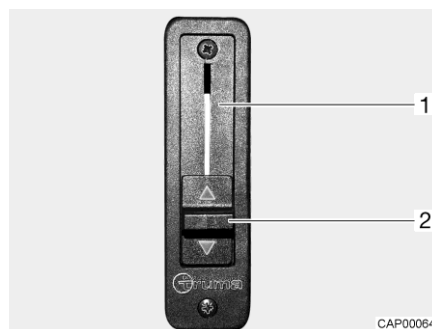

Bild 5 Schieberegler für Strangsperr
- Schieberegler (Bild 5,2) ganz nach oben schieben. Die Strangsperr (Bild 5,1) ist geöffnet. Die Wohnraumheizung beheizt auch die Frontscheibe.
- Schieberegler (Bild 5,2) ganz nach unten schieben. Die Strangsperrschließen sind geschlossen. Wohnraumheizung und Heizung des Basisfahrzeugs sind voneinander getrennt.